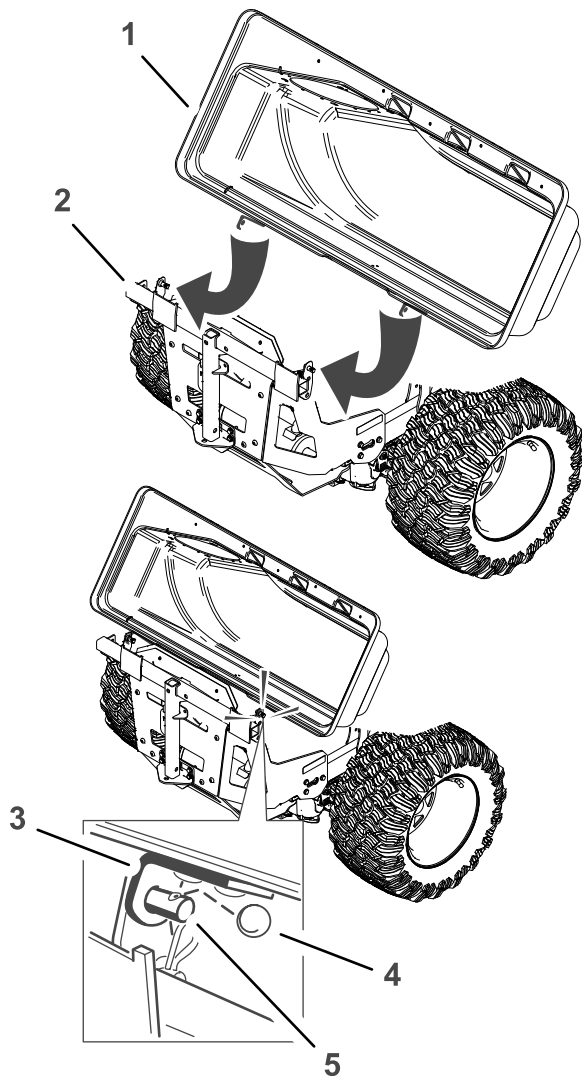

Bild 20
2. Schieben Sie die Halterungen über die Streben im Heckfangsystemrahmen und setzen Sie den runden Splint in das Loch in der rechten Strebe (Bild 20).